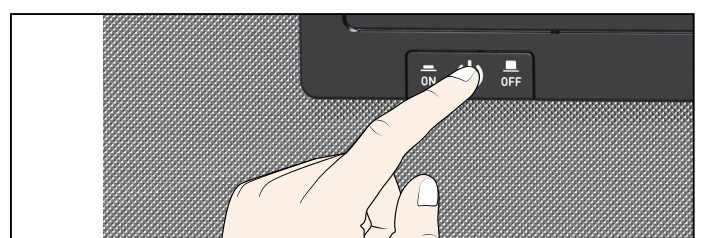

Abb. 20 Gerät ausschalten
3. Gerät am Hauptschalter ausschalten (Abb. 20).